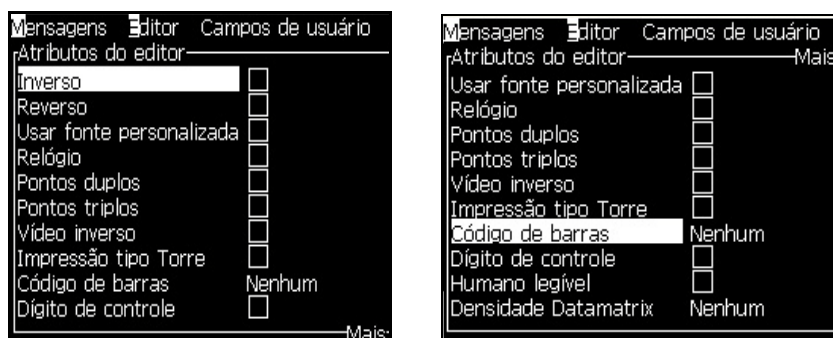

Figura 5-40: Atributos do Menu Editor
- 1 Selecione *Atributos em linha* no menu *Editor* (pressione *ALT + E*). O menu *Atributos do Editor* aparece (veja Figura 5-40 na página 5-52).